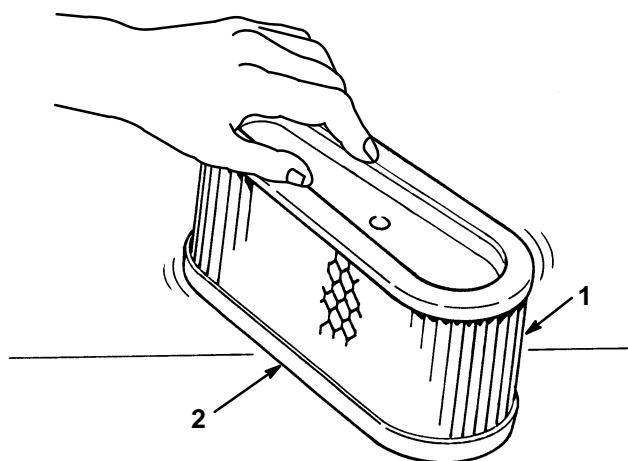

**Figure 30**
- C. Imbiber l'élément de 30 à 60 ml d'huile, soit une ou deux onces (Fig. 30). Presser l'élément pour bien répartir l'huile.